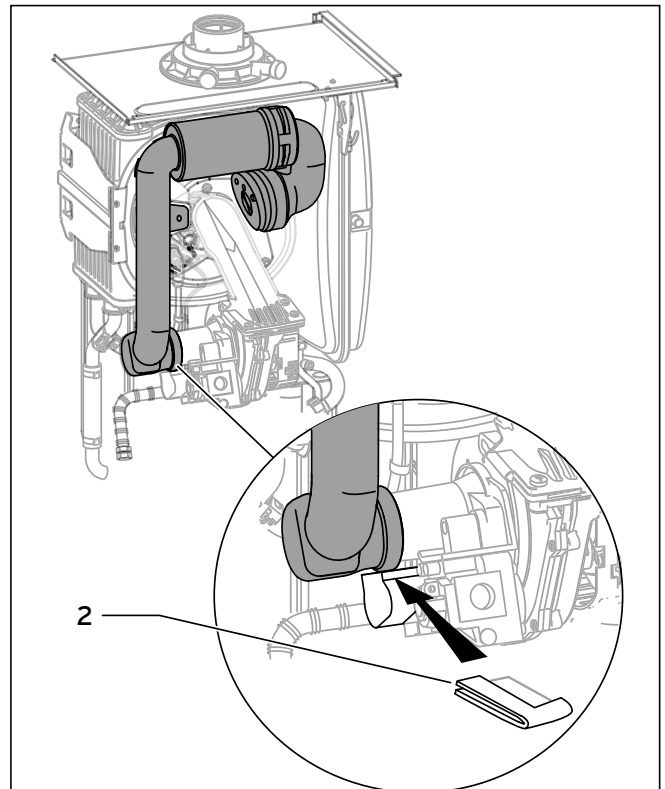

Abb. 2.2 Membran-Rückströmsicherung einbauen, mit Sicherungsclip sichern
Der Einbau der Membran-Rückströmsicherung erfolgt in umgekehrter Reihenfolge (Abb. 2.2). Stecken Sie nach erfolgter Montage den Sicherungsclip (2) auf, um die Membran-Rückströmsicherung gegen unbeabsichtigtes Herabrutschen zu sichern.